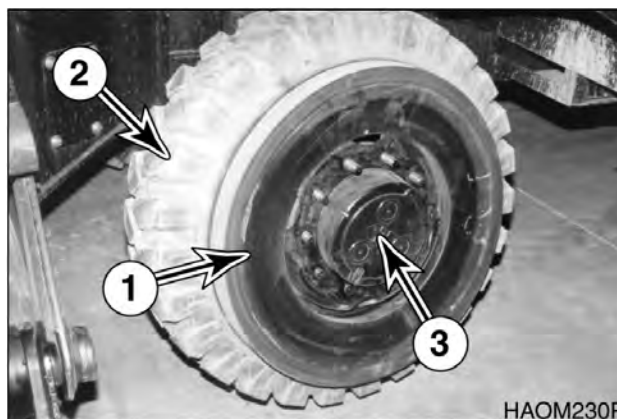

Рис. 112
6. Снять резиновое прокладочное кольцо (1, рис. 112) и внутреннюю шину в сборе (2) со ступицы (3). Осмотрите резиновое прокладочное кольцо на наличие признаков повреждения или износа. Заменить при необходимости.